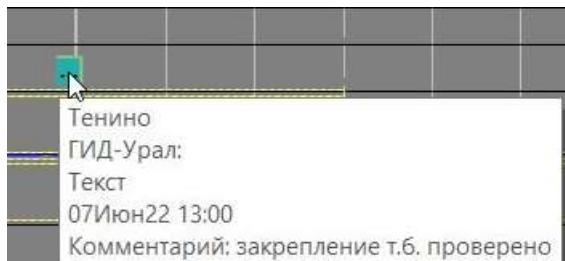

Рис.76. Информация о пометке.
- Для получения информации по пометке подвести указатель «мыши» к пометке, дождаться изменения цвета выбранной пометки и появления всплывающего окна с информацией о пометке (см. рис.76, 77).